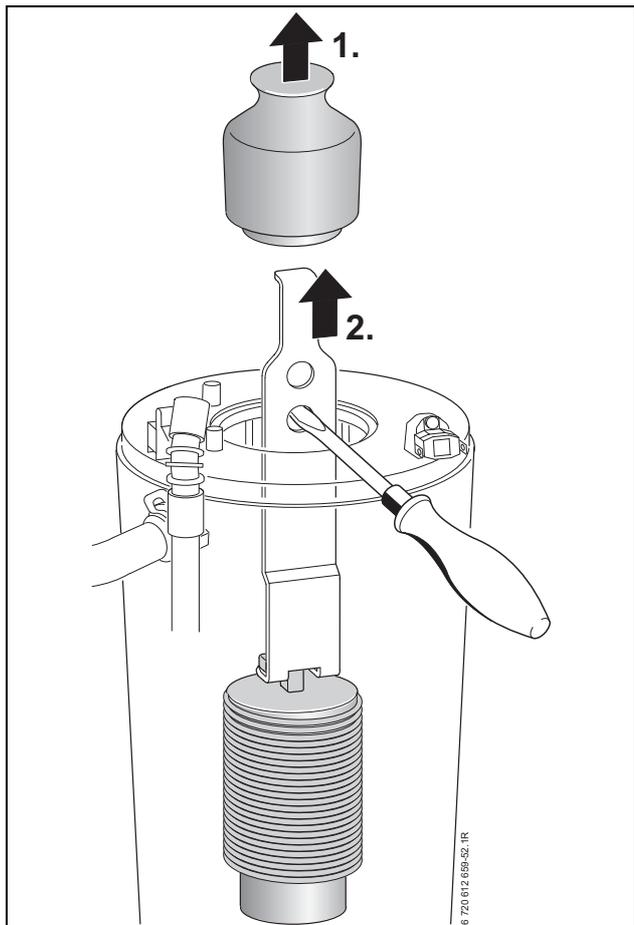

Fig. 54
- ▶ Estrarre il convogliatore superiore (fig. 54, fase 1).
- ▶ Estrarre il convogliatore inferiore aiutandosi con un cacciavite come da fig. 54, fase 2 .